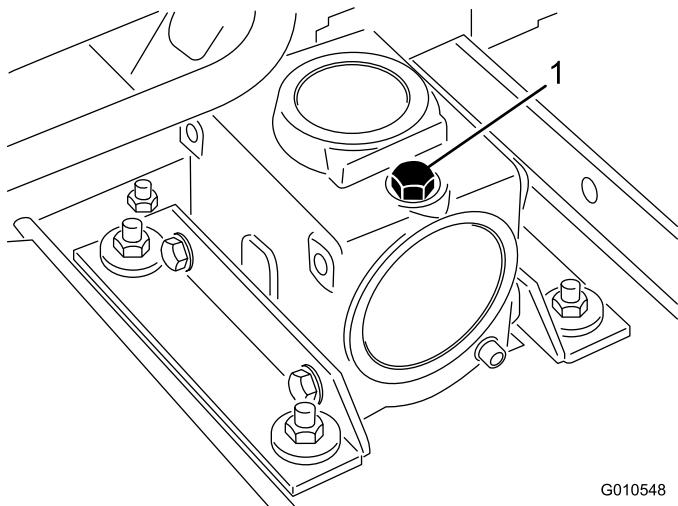

Bild 13
2. Nehmen Sie den Ölpeilstab bzw. die Ablassschraube oben am Getriebe ab (Bild 13) und stellen Sie sicher, dass der Schmiermittelstand zwischen den Marken am Peilstab liegt. Wenn der Schmiermittelstand niedrig ist, füllen Sie Schmiermittel ein, bis der Stand zwischen den Markierungen liegt.